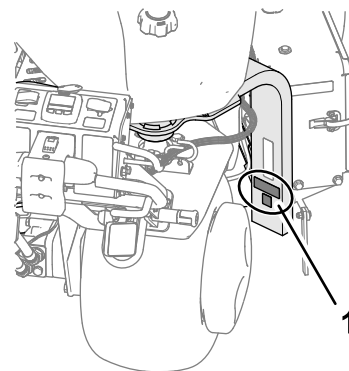

Рисунок 19
3. Установите наклейку CE и наклейку с указанием года выпуска на стойку вилки (Рисунок 19).
2. Очистите стойку вилки спиртом, как показано на Рисунок 19, и дайте поверхности высохнуть.